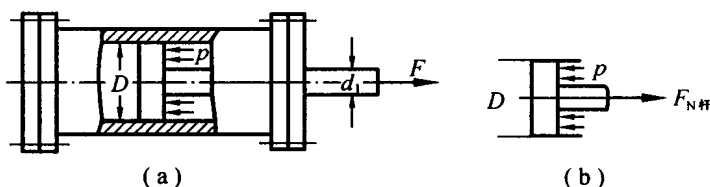

图 2-11
2.11 如图 2-11(a) 所示, 卧式拉床的油缸内径 $D = 186 \text{ mm}$, 活塞杆直径 $d_1 = 65 \text{ mm}$, 材料为 20Cr 并经过热处理, $[\sigma]_{\text{杆}} = 130 \text{ MPa}$ 。缸盖由 6 个 M20 的螺栓与缸体连接, M20 螺栓的内径 $d = 17.3 \text{ mm}$, 材料为 35 钢, 经热处理后 $[\sigma]_{\text{螺}} = 110 \text{ MPa}$ 。试按活塞杆和螺栓强度确定最大油压 p 。
活塞杆的受力如图 2-11(b) 所示。由平衡条件 $\sum F_x = 0$, 可得活塞杆的轴力为 $F_{N\text{杆}} = p \frac{\pi}{4} (D^2 - d_1^2)$ 。